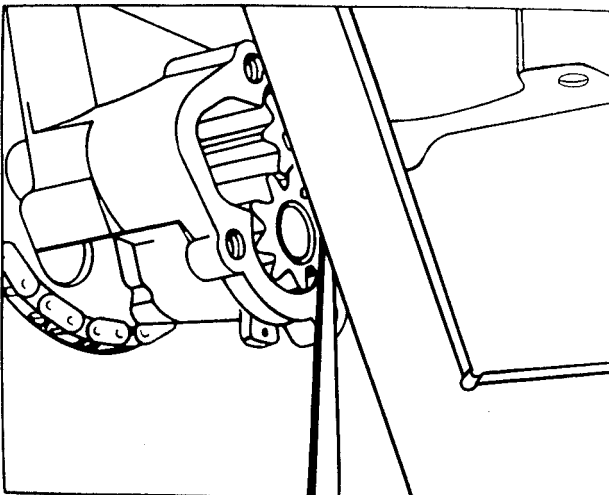

Bild M 41. Axialspiel überprüfen
- Axialspiel überprüfen (siehe Bild M 41)
- (12) Kombischraube (M, = 20 Nm)